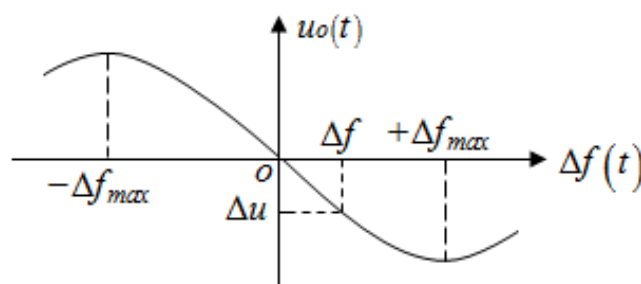

图 3.6.17 乘积型相位鉴频器鉴频特性(S)曲线
(2) 仔细调节 T1(调左右对称)、W2(调上下对称)，直到屏幕上出现以坐标原点(4.5MHz，0V)上下左右基本对称的鉴频特性(S)曲线，如图 3.6.17 所示，记录 S 曲线、测量鉴频带宽 $2\Delta f_{\max}$ 。